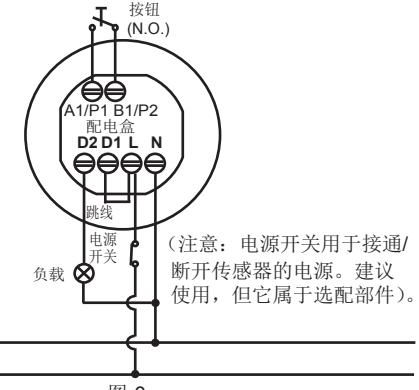
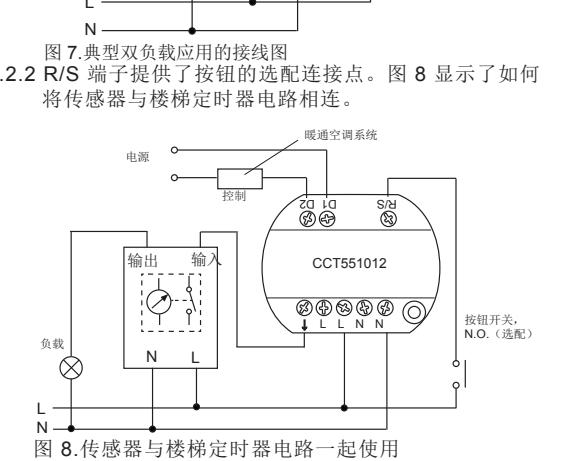

图 3
图 8
- 一个传感器控制一个负载（见图 3）。
- 3.2.2.2 R/S 端子提供了按钮的选配连接点。图 8 显示了如何将传感器与楼梯定时器电路一起使用。
3.3.4.5 参照图 13，组装传感器头和配电盒，然后参照接线图（见图 3 - 图 8），进行正确的电缆连接。
将端子 A1/P1 B1/P2 与按钮 (N.O.式) 相连，以便手动控制打开/关闭负载（见图 3）。负载关闭时，按下按钮可手动控制打开负载。如果持续感应到移动，则负载将保持打开状态。如果延迟时间届满前未感应到移动，则负载会自动关闭。按下按钮可以手动关闭负载。如果负载在定时器时间届满前被手动关闭，则直至定时器到期，移动不会触发负载。